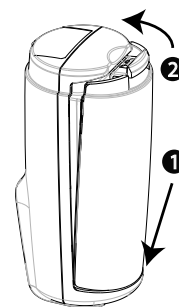

Bild 17: Stänga batterilocket
5. För att stänga batterifacket, sätt in den nedre delen av batteriluckan först och tryck sedan och håll fast knappen medan du stänger lockets övre del. Se punkt 1 och punkt 2 i bild 17.